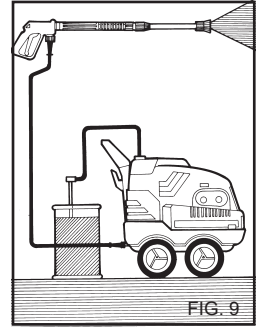

FIG. 9
- 3) Etter å ha brukt et vaskemiddel må inntakskretsen for vaskemiddel skylles godt. Dypp sugeslangen for vaskemiddel (fig. 9) ned i et kar med rent vann og la pumpen gå i ett minutt med doseringskranen skrudd helt opp med munnstykket innstilt på spyling med vaskemiddel.